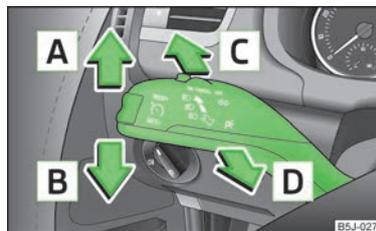

Fig. 25
- Presionar la palanca de intermitentes » fig. 25 de la página 42 » página 42 hacia arriba o hacia abajo; se conectará la luz de posición en el lado derecho o izquierdo del vehículo.
- Presionar la palanca » fig. 25 hacia arriba **A** o hacia abajo **B**.
- Empujar la palanca » fig. 25 hacia delante en la dirección de la flecha **C**.
- Tirar de la palanca » fig. 25 hacia el volante (posición de suspensión elástica) en la dirección de la flecha **D** - se encienden la luz de carretera y el testigo de control **☰** en el cuadro de instrumentos.